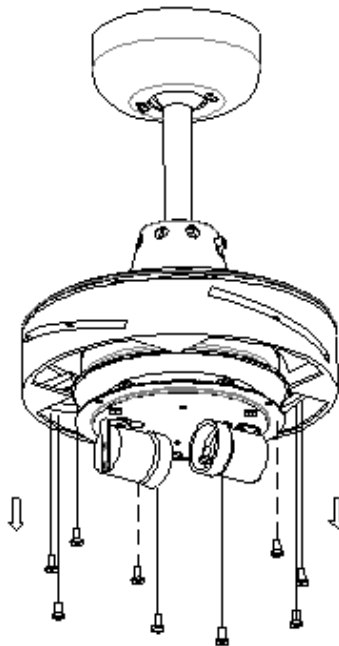

Abb. 5
3. Entfernen Sie vor der Installation der Flügelblätter die Schrauben der Flügelblätter, die mit dem Motor verbunden waren. Abb. 5